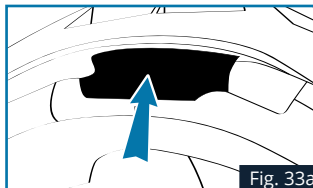

Fig. 33a
4. Setzen Sie den Akku (mit Schaumstoff) in die Aussparung auf der Rückseite des Helms ein (siehe Abb. 33a/b/c). Der Polsterschaum muss sich zwischen dem Akku und der Abdeckung befinden.